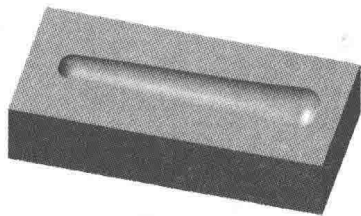

图 1.2.2 零件模型
Step2. 进入加工环境。选择下拉菜单 **机床类型** → **铣削** → **默认** 命令，系统进入加工环境，此时零件模型如图 1.2.2 所示。